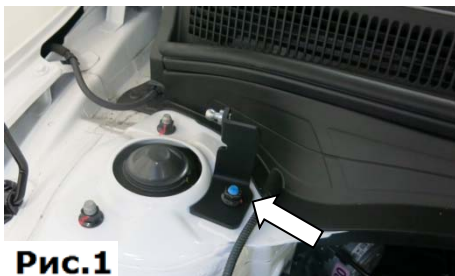

Рис.1
1. Торцевой головкой №14 открутить гайку крепления опоры передней подвески. Установить кронштейн. Затянуть штатную гайку торцевой головкой №14 с усилием, предписанным заводом-изготовителем автомобиля, (Рис.1).